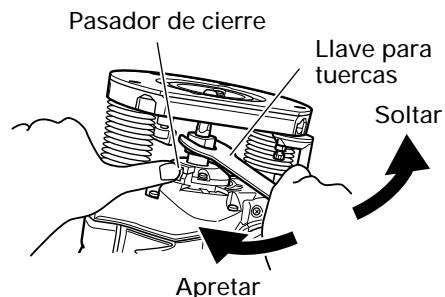

Fig. 2
- (1) Limpie e inserte el mango de la broca en el mandril portabroca hasta al fondo y seguidamente, hágalo retroceder aproximadamente 1/16" (aprox 2 mm).
- (2) Con la broca insertada y presionando el pasador de bloqueo que sujeta el eje del inducido, utilice la llave de 23 mm para apretar firmemente el mandril portabroca en el sentido de las agujas del reloj (visto desde la parte inferior de la fresa). (Fig. 2)
- (3) Cuando se utiliza la broca de mango de 1/4", reemplace el mandril portabroca equipado con una de las brocas de mango de 1/4" suministradas como accesorio estándar.